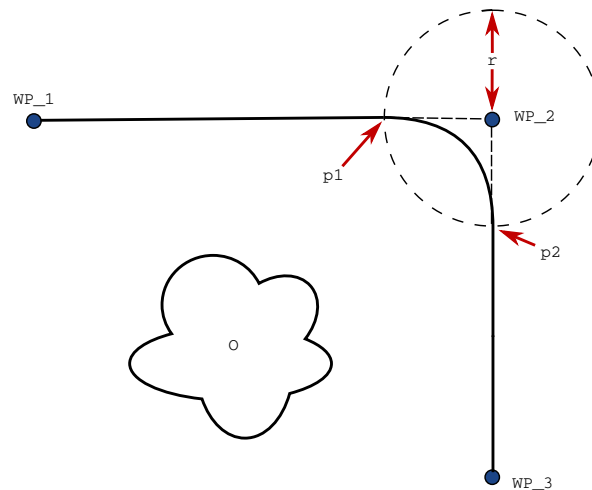

Figura 15.3: União WP\_2 com raio  $r$ , posição da união inicial em  $p1$  e posição da união final em  $p2$ . O é um obstáculo.
**Parâmetros de união** Além dos pontos de rota, vários parâmetros influenciarão a trajetória da união (consulte a figura 15.3):